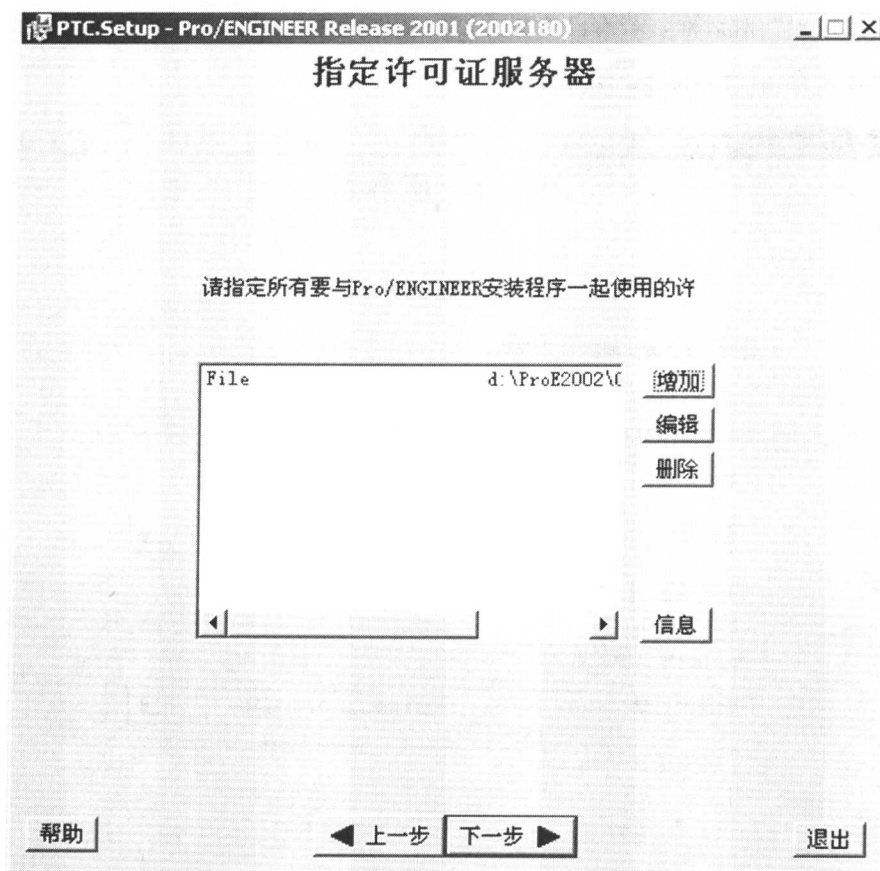

图 1-6 “指定许可证服务器”对话框
(6) 出现“指定许可证服务器”对话框,如图 1-6 所示。单击 **增加** 按钮,在出现的对话框中点选第三项 **锁定的许可证文件(服务器未运行)**,然后浏览找出许可证文件“license.dat”在硬盘中存储的路径位置,单击 **确定(O)** 按钮,返回“指定许可证服务器”对话框,授权文件的路径出现在列表框中,确认无误后,单击 **下一步** 按钮。